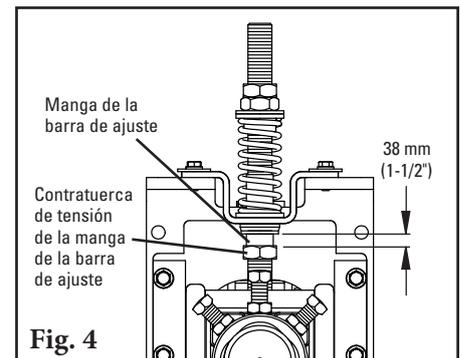

Fig. 4
5. **Coloque la manga de la barra de ajuste.** Después de ajustar la tensión de la hoja, atornille la manga de la barra de ajuste en el buje UHMW hasta que 38 mm (1-1/2") queden expuestos (Fig. 4). Apriete la contratuerca de tensión de la manga de la barra de ajuste.